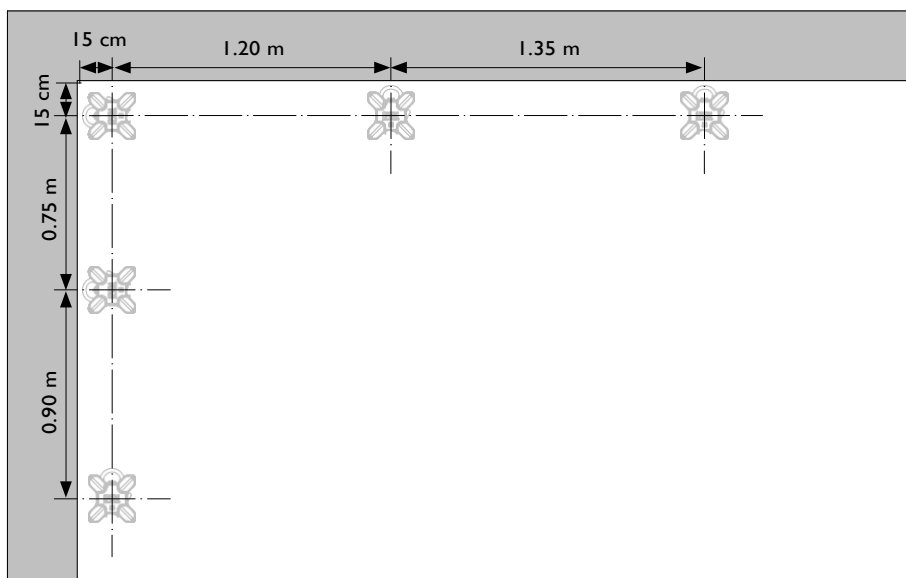

Fig. D2.12
2. Позиционирайте подпората под дългата страна на елемента посредством главата DFH, виж плана на подпорите. (Fig. D2.12)